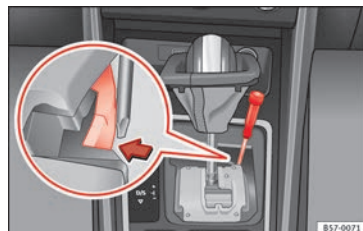

Abb. 56 Wählhebel: Notentriegeln aus der Parkstellung
- Drücken Sie seitlich mit Hilfe des Schraubendrehers auf die gelbe Entriegelungstaste und halten Sie sie gedrückt  **Abb. 56**.